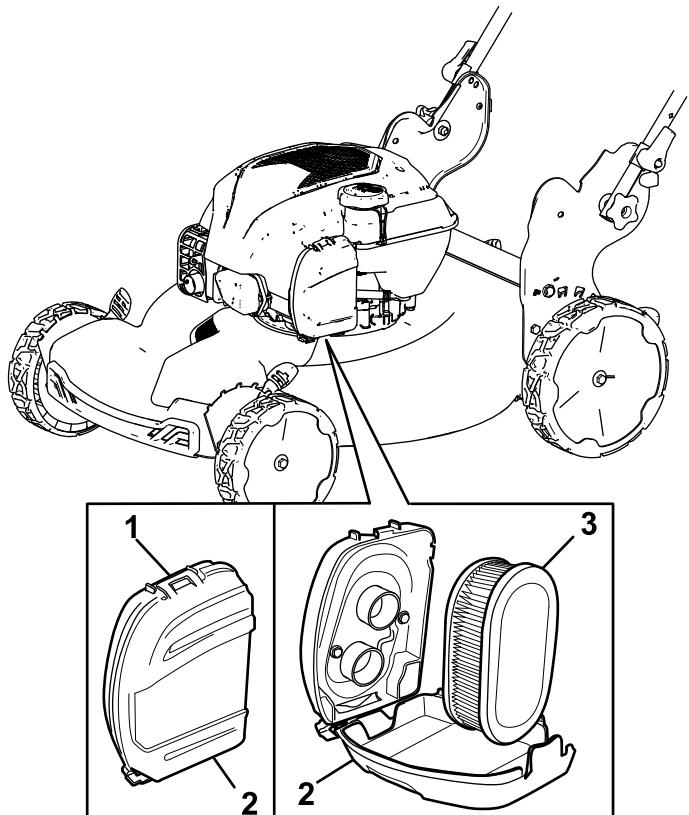

Bild 18
2. Entfernen Sie den Luftfilter (Bild 18).
1. Lösen Sie das Oberteil der Luftfilterabdeckung (Bild 18).